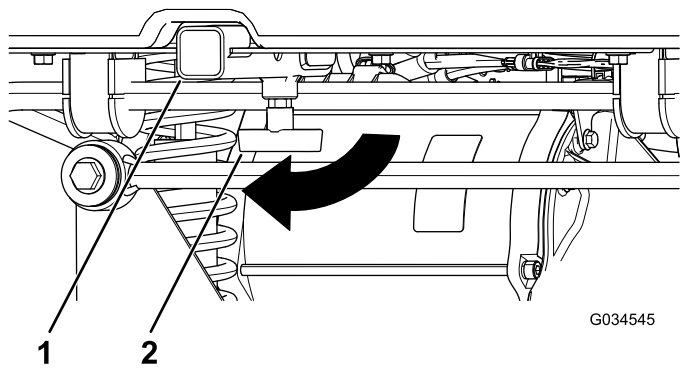

Рисунок 19
1. Ослабьте Т-образную рукоятку, повернув ее по часовой стрелке (Рисунок 19).
2. Вставьте вспомогательное приспособление в приемное устройство до совмещения отверстий (Рисунок 19).